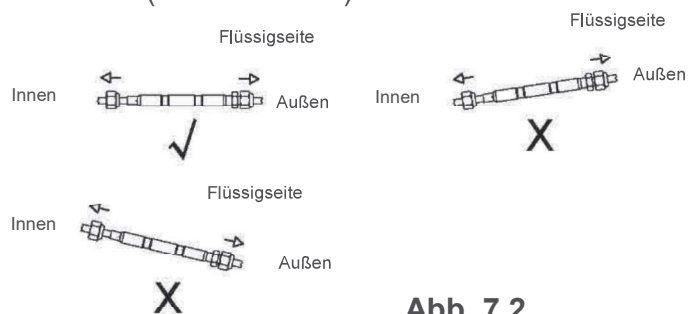

Abb. 7.2
- Beachten Sie die Abbildung bei der Installation (Siehe Abb. 7.2)